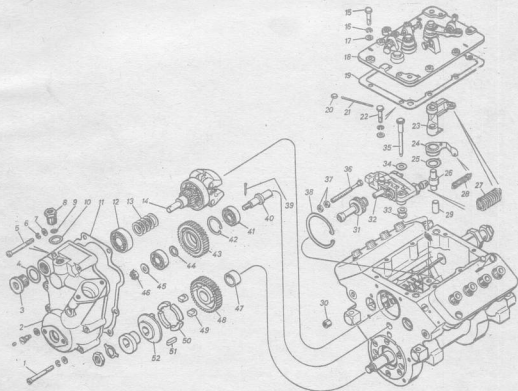

Рис. 2. Регулятор частоты вращения:
5. Расшплинтовать и отвернуть болты с пружинными шайбами крепления крышки регулятора и снять крышку 18 (рис. 2) в сборе с рычагами, снять прокладку 19. (Вороток, головка сменная 10 мм, пассатижи).
12. Отвернуть гайку 37 (рис. 2) регулировочного болта 36, отвернуть болт 36 регулировочный. (Ключ гаечный 14 мм, пассатижи).
14. Расшплинтовать гайку 46 (рис. 2) оси промежуточной шестерни, отвернуть гайку 46, снять шайбу 45, выпрессовать два подшипника 41, снять стопорное кольцо 42, распорную шайбу 44. Подшипники выпрессовать поочередно наружу, легкими ударами по внутреннему кольцу. (Пассатижи, ключ гаечный 13 мм, молоток, бородок, пассатижи специальные И 801.23.000).
19. Расшплинтовать и снять рычаг 18 реек в сборе с рычагом 24 (рис. 2) стартовой пружины и пружиной 28, снять шайбу 25 с оси стартового рычага 26. (Пассатижи).